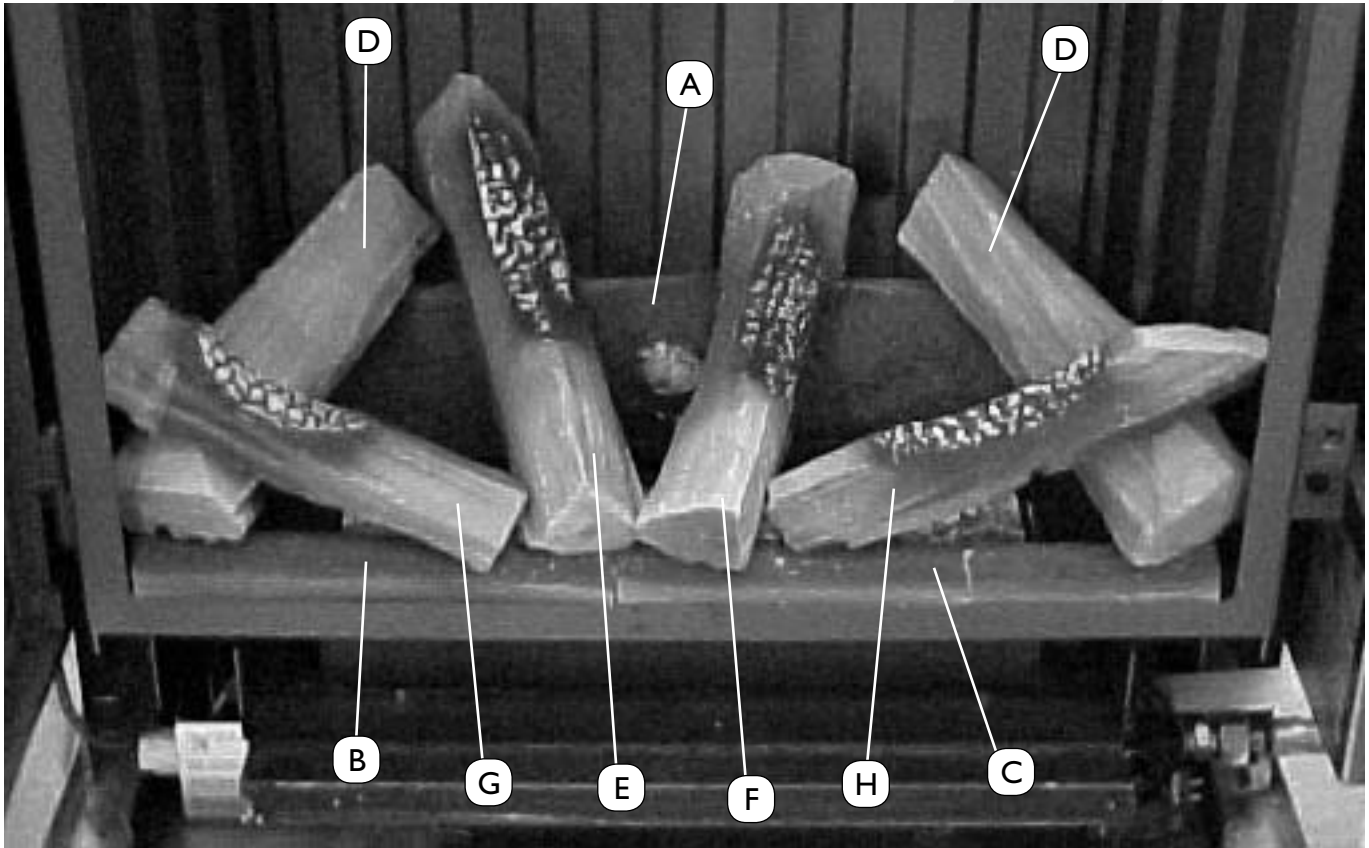

fig. 4b
- Leg het grote blok (A) tegen de achterwand op de blokkensteunen. De gele kant onder en de knoest naar links gericht.
- Plaats de voorstammen (B en C) met de schors naar boven, zoals in fig. 4b is aangeven.
- Plaats vervolgens de overige blokken (D, E, F, G en H) zoals in fig. 4b is aangegeven.